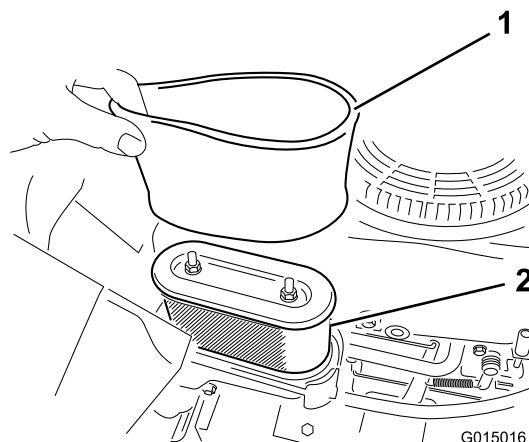

図 33
5. エアクリーナのハウジングから、スポンジとペーパーフィルタを注意深く外す 図 33。
注 汚れがひどい場合には、新しいペーパーエレメントに交換する 図 33。
1. ペーパーフィルタにスポンジを取り付ける 図 33。